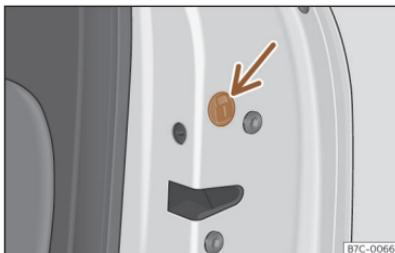

Fig. 73 Bloqueo de emergencia de la puerta.
- Dado el caso, retire la junta de goma  del frontal de la puerta >>> **fig. 73**.